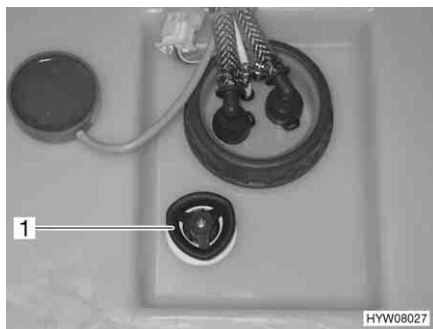

Fig. 178 Serbatoio dell'acqua, maniglia girevole
- Sul serbatoio dell'acqua ruotare la maniglia girevole (Fig. 178,1) in senso orario fino al suo arresto, per chiudere l'apertura di scarico.